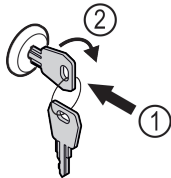

Fig. 131
- ▶ Sleutel erin duwen Fig. 131 (1).
- ▶ Sleutel 90° rechtsom draaien Fig. 131 (2).